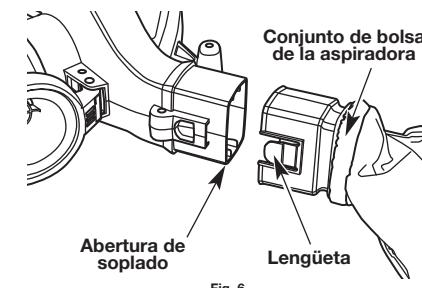

Fig. 6
- Introduzca la abertura de soplado en el conjunto de bolsa de la aspiradora hasta que la lengüeta del conjunto de la bolsa de la aspiradora quede insertada en la abertura de la carcasa del motor y encaje en su posición (Fig. 6).